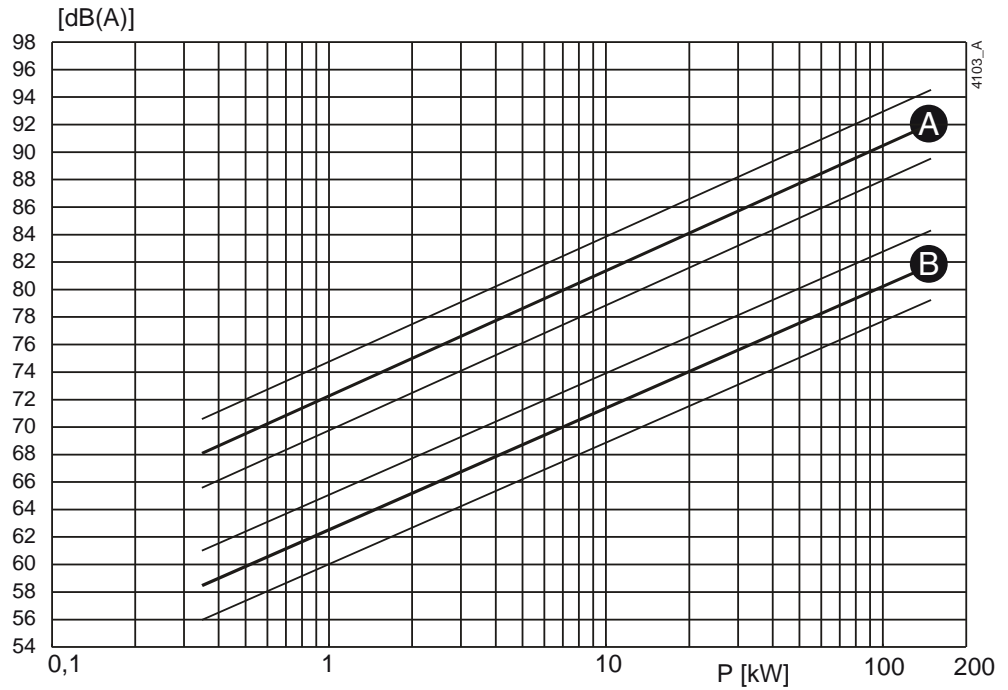
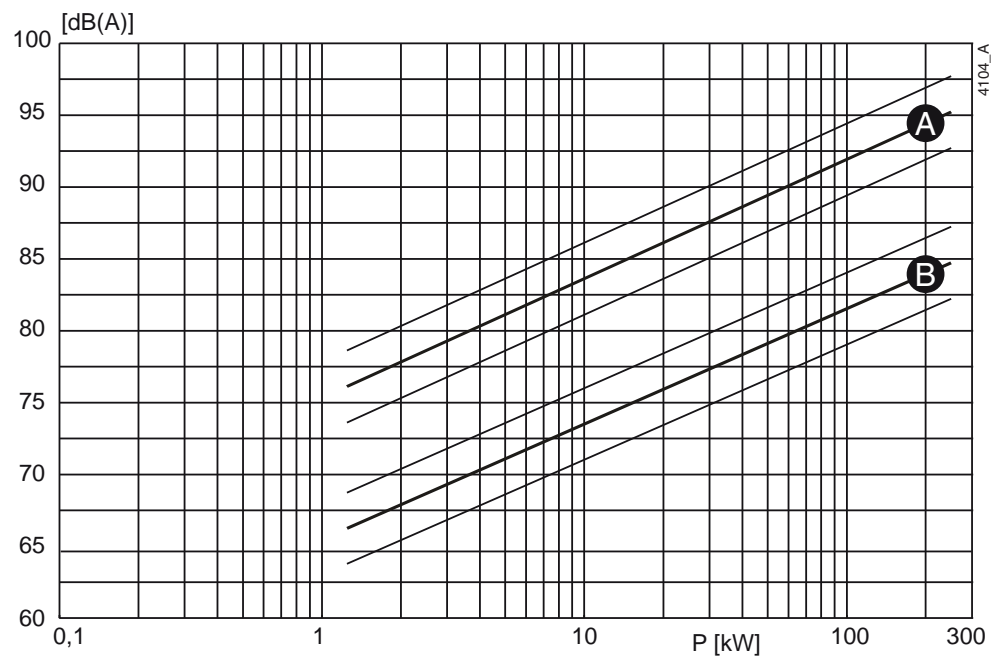

Figure 97: Niveau sonore en fonction de la puissance de la pompe [kW] à 1450 min⁻¹.
Figure 98: Niveau sonore en fonction de la puissance de la pompe [kW] à 2900 min⁻¹.
- 1 Déterminez le niveau sonore (L_1) de la pompe, voir Figure 97 ou Figure 98.